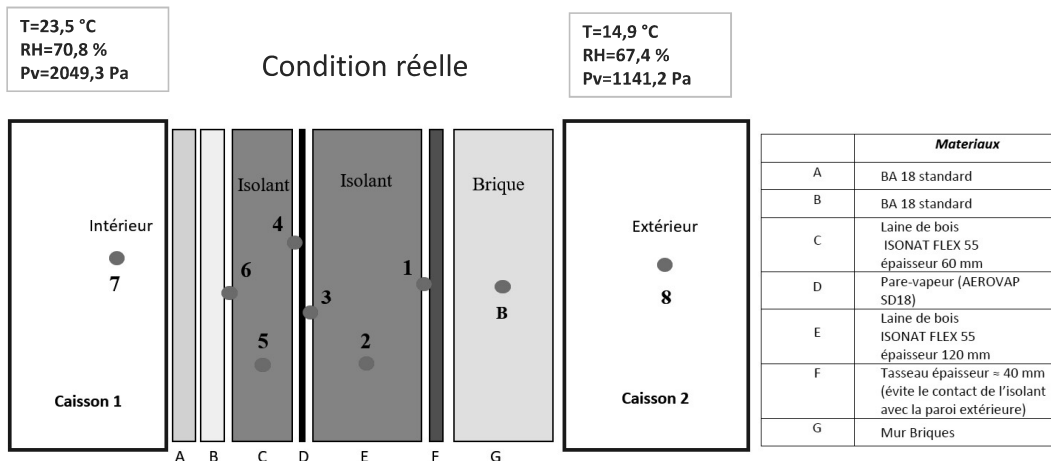

Figure 1: Paroi étudiée et ses compositions
Dans le cadre d'un projet de recherche réalisé dans le laboratoire LTI de l'Université de Picardie Jules Vernes (FR), le comportement hygrothermique d'une paroi à l'échelle 1 constituée par différents matériaux (voir la Figure 1 ci-dessus pour le schéma et les matériaux utilisés) a été étudié. La paroi est instrumentée par les capteurs hygrothermiques (température (T) et humidité relative RH) dont les positions des capteurs sont notées de 1 à 8. Les valeurs de mesure sont données dans Tableau 1 (T en °C, RH (-) et la pression de vapeur d'eau  $P_v$  en Pa).